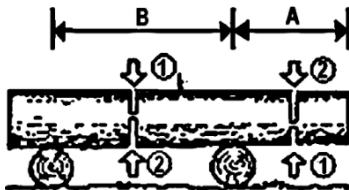

Рис.5
6.5. Распилка бревна на опорах выше уровня земли (рис.5).